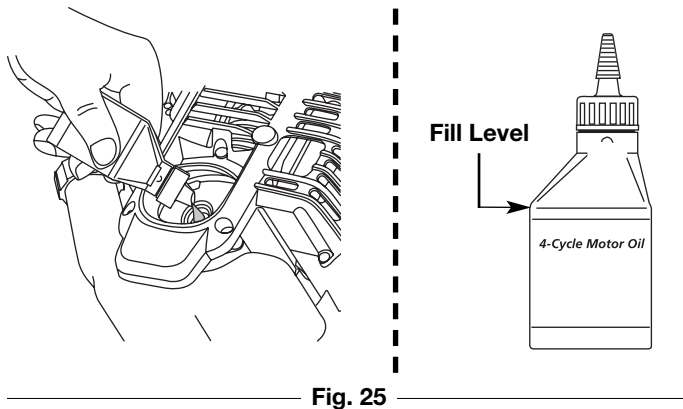

Fig. 25
**NOTA:** Use la botella y la boquilla que guardó del uso inicial para medir la cantidad correcta. El nivel de 90 ml (3,04 onzas) está aproximadamente en la parte superior de la etiqueta de la botella (Fig. 25). Mida el nivel con la varilla de medición. Si el nivel está bajo, agregue una pequeña cantidad de aceite y vuelva a medir (Fig. 25). No lo llene demasiado.